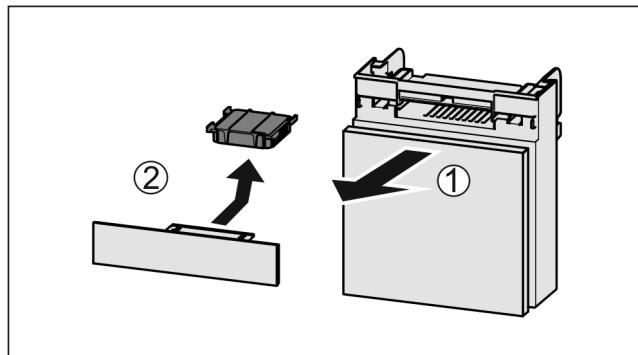

Fig. 189
- Fach nach vorne herausziehen Fig. 189 (1).
- Aktivkohlefilter entnehmen Fig. 189 (2).